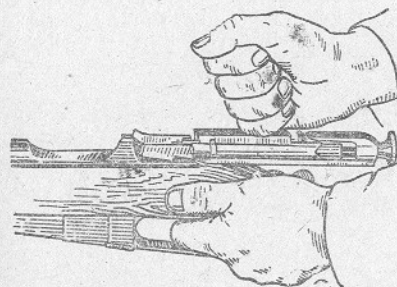

Рис. 46. Как вынуть затвор
1. **Вынуть затвор:** указательным пальцем левой руки нажать на спусковой крючок, а правой открыть и вынуть затвор (рис. 46).